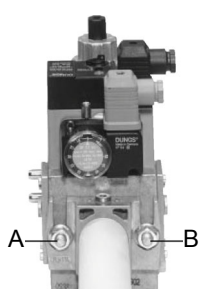

Рис. 2
- 2 Поднимите пластину с помощью винтов, как показано на рис. 2
3. Затянуть винты A, B, C и D (Рис. 2 - Рис. 3), соблюдая дистанции монтажа (Рис. 4);
ВНИМАНИЕ: после монтажа газовой рамы согласно схеме на Рис. 2, необходимо провести тестирование на герметичность газового контура, согласно требований действующих нормативов.